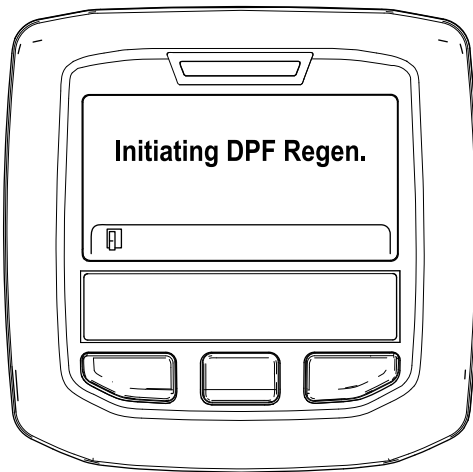

Figura 42
- A. Se muestra el mensaje “Initiating DPF Regen.” (Iniciando regeneración de DPF) (Figura 42).